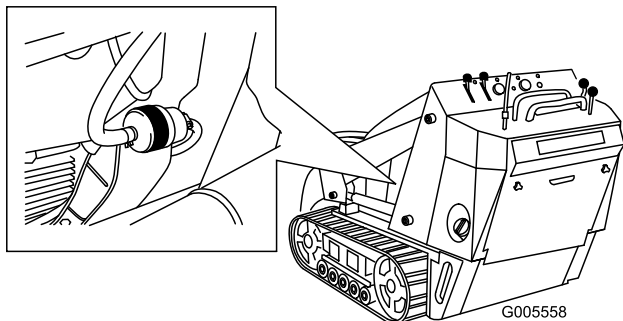

Figura 33
4. Bloquee los tubos de combustible en ambos lados del filtro de combustible (Figura 33).
5. Apriete los extremos de las abrazaderas y deslícelas por el tubo alejándolas del filtro (Figura 33).